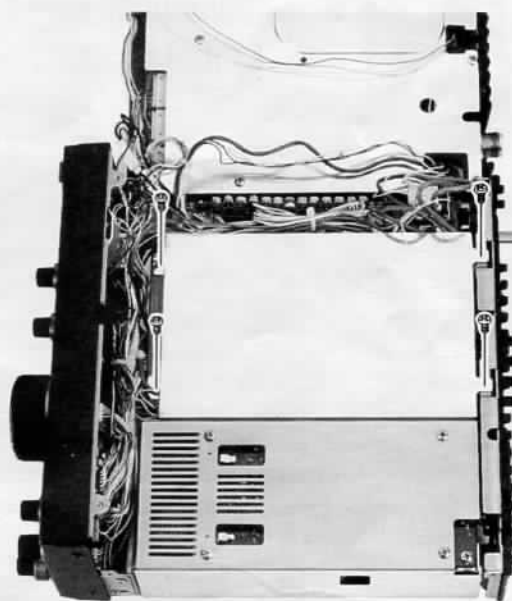

Abbildung 5: Oszillator-Platine mit Abschirmung
– Lösen Sie die vier Schrauben, mit denen das Abschirmblech der Oszillator-Platine befestigt ist (s. Abbildung 5) und nehmen Sie es ab.
– Auch beim Einsetzen der Abschirmung auf die Oszillator-Platine müssen Sie sich wieder vergewissern, daß keine Kabel eingeklemmt werden. Schrauben Sie die Abschirmung mit den vier Schrauben wieder fest (Abbildung 5).